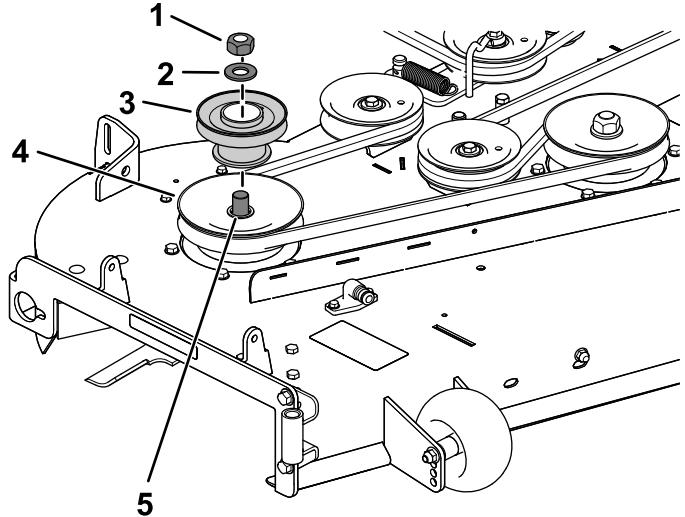

Figura 10
- Montate il gruppo puleggia sulla puleggia del piatto di taglio di destra con il dado e la rondella rimossi in precedenza (Figura 10).